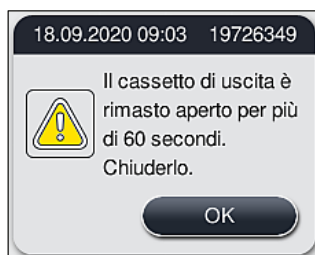

Fig. 89
- Se il cassetto di uscita rimane aperto per più di 60 secondi, l'utente viene avvisato da un messaggio informativo (→ "Fig. 89").